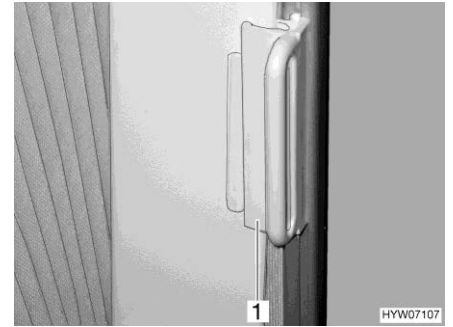

Fig. 38 Dispositivo di bloccaggio per la tendina oscurante pieghevole
- Spingere l'impugnatura (Fig. 38,1) fino al sopralzo. La tendina oscurante pieghevole è ora bloccata.